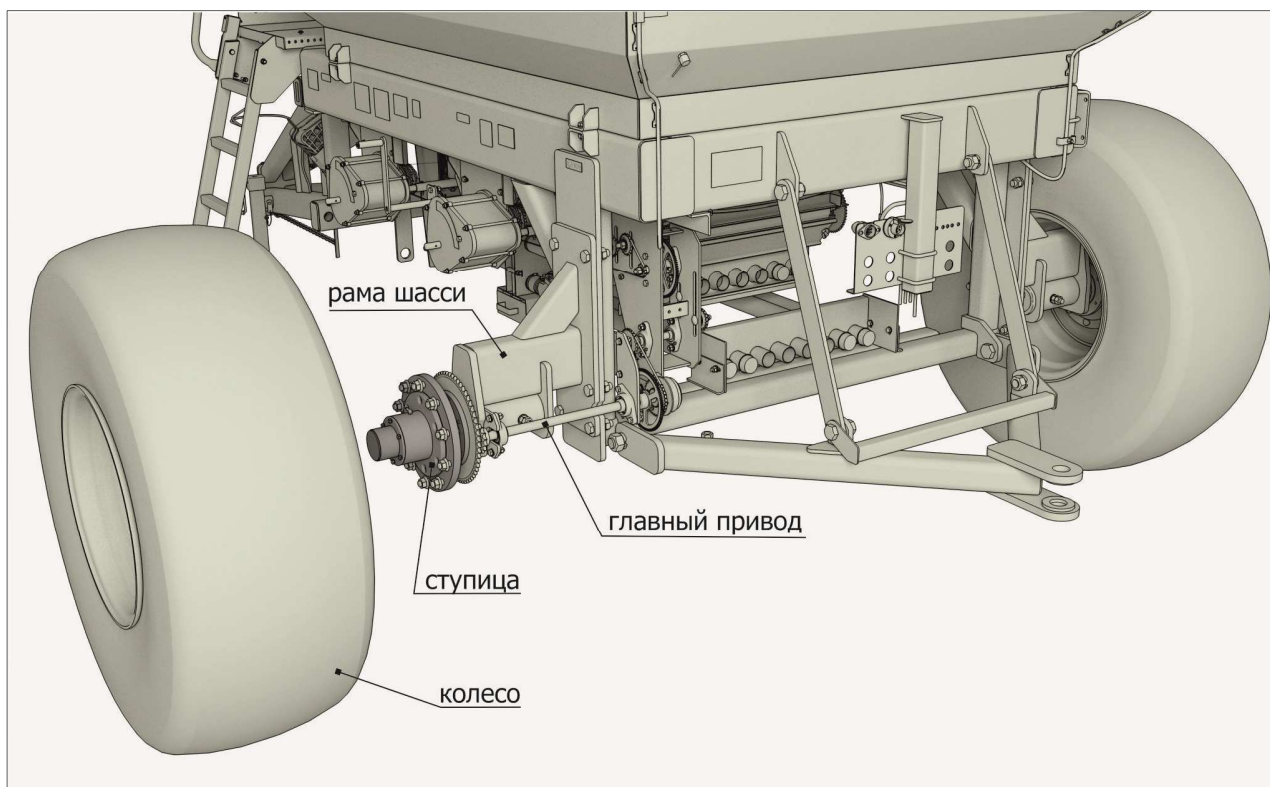

Рисунок 5.3 – Досборка бункера. Вид сзади
- 5) установить рамы шасси со ступицами колес (рисунок 5.3);
- 6) закрепить колеса со ступицами (рисунок 5.3);
- 7) собрать шпренгели, затем установить их на агрегат (рисунок 5.3);